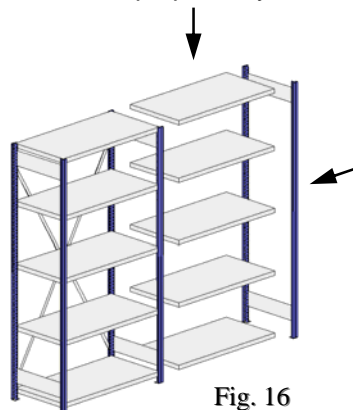

Fig. 16
8. Du kan nå montere eventuelle tilleggseksjoner ved å la din hjelpemann holde en stige en hyllelengde fra grunnseksjonen mens du setter på plass hyllebærere og hylleplater. Se fig. 16.